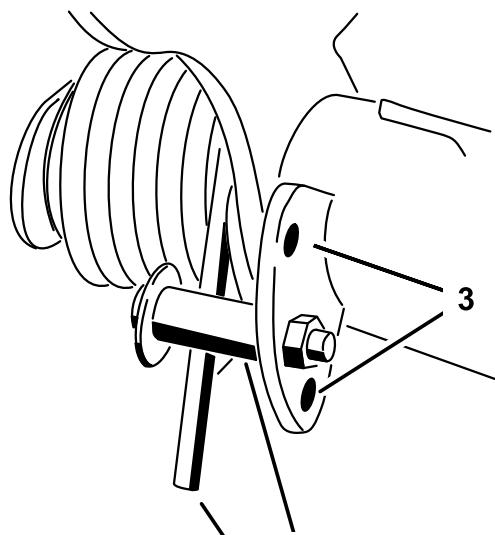

図 40
- 調整作業の最中に、スプリングのテンションが掛からないようにするために、スプリングの長い方の端にパイプなどを通してスプリングの力を殺しておく（図 40）。
- スプリングのテンションをなくしたら、スプリング・アクチュエータを固定しているボルトとロックナットを外す（図 40）。